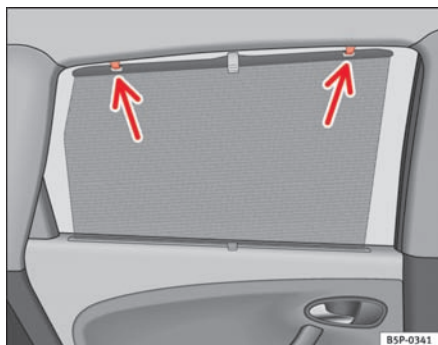

Fig. 85 Rullegardin til rude i bagdør
- Træk rullegardinet ud, og hæng det fast i krogene på den øverste dørramme ⇒ fig. 85. ■